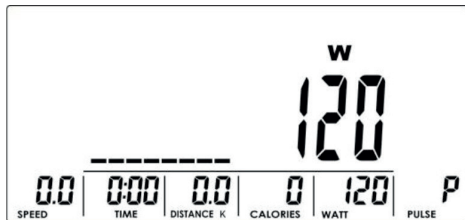

Abbildung 15
1. Verwenden Sie die Tasten UP / DOWN, um das Programmmodus WATT (W) auszuwählen. Drücken Sie MODE, um Ihre Auswahl zu bestätigen.
2. Verwenden Sie die UP / DOWN-Tasten, um den WATT-Zielwert einzustellen (Abb. 15). Standardwert: 120.